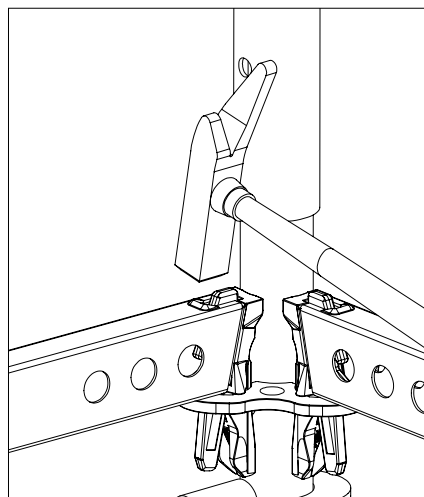

Abb. A3.04c
3. Keile mit einem 500-g-Hammer bis zum Prellschlag festschlagen. (Abb. A3.04c)